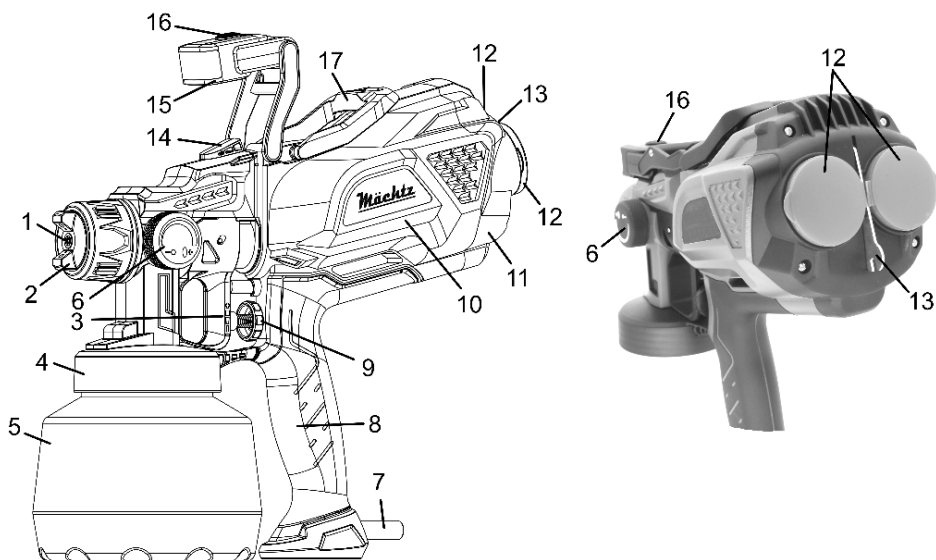
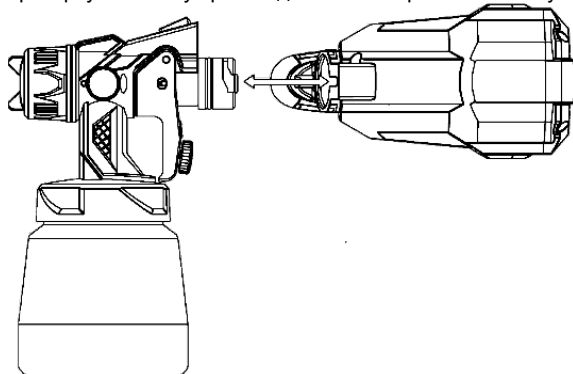
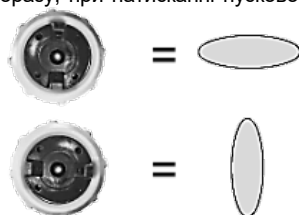
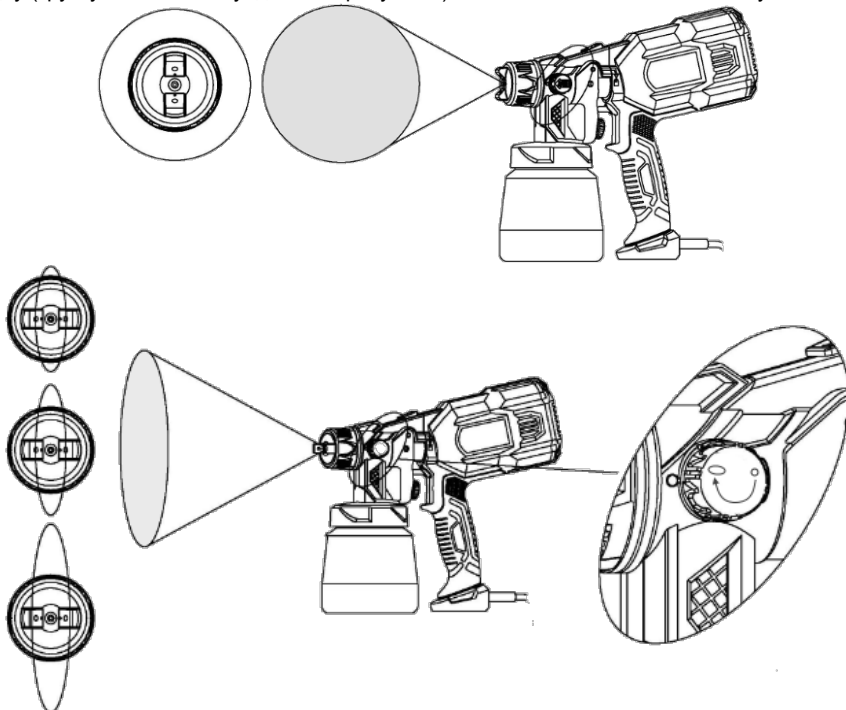

Рисунок 1
Рисунок 2
Рисунок 3
Рисунок 4
4.4 Наповніть ємність (5, рисунок 1) робочим матеріалом та закрийте кришкою (4, рисунок 1), яка знаходиться у зборі з головкою розпилення виробу.
4.5 Приєднайте корпус електродвигуна (10, рисунок 1) до головки розпилення, вирівнявши проріз у головці з відповідним виступом у корпусі (дивіться рисунок 2). Поверніть корпус відносно головки розпилення за годинниковою стрілкою на 90° до надійної фіксації.
Для від'єднання головки розпилення необхідно спочатку натиснути кнопку її розблокування (14, рисунок 1) і одночасно повернути головку проти годинникової стрілки та витягнути її з посадкового місця.
4.6 Для увімкнення виробу натисніть на пускову клавішу (3, рисунок 1) і, за допомогою регулятора (9, рисунок 1), налаштуйте потрібний рівень інтенсивності розпилення. Щоразу, при натисканні пускової клавіші, рівень інтенсивності розпилення буде відповідати обраному.
4.7 Для огляду пофарбованої поверхні під косим освітленням з метою виявлення дефектних ділянок увімкніть LED-ліхтар (15, рисунок 1) кнопку (16, рисунок 1) та відрегулюйте його положення.
4.8 За допомогою регулятора (2, рисунок 1) оберіть необхідну просторову орієнтацію факела розпилення (вертикальну або горизонтальну, дивіться рисунок 3).
4.9 За допомогою регулятора форми факела (6, рисунок 1) оберіть необхідну (круглу або еліптичну, дивіться рисунок 4).
4.11 Для вимкнення фарбопульту достатньо відпустити пускову клавішу (3, рисунок 1).